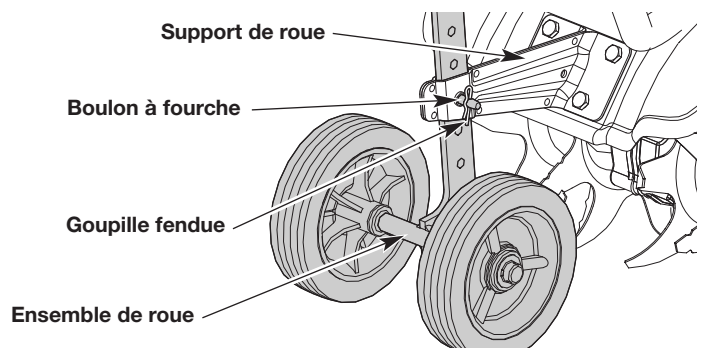

Fig. 1
1. Insérez la roue dans le support de roue. Le « J » de l'ensemble roue doit pointer loin de l'appareil (Fig. 1).
2. Alignez l'orifice de support de roue avec l'orifice désiré dans la roue (Fig. 1).
3. Insérez le boulon à fourche à travers les orifices alignés (Fig. 1).
4. Insérez la goupille fendue dans le boulon à fourche (Fig. 1).
1. Enlevez la goupille fendue du boulon à fourche (Fig. 1).
2. Retirez le boulon à fourche du support de roue et de l'ensemble de roue (Fig. 1).
3. Alignez l'orifice de support de roue avec l'orifice désiré dans la roue (Fig. 1).
4. Insérez le boulon à fourche à travers les orifices alignés (Fig. 1).
5. Insérez la goupille fendue dans le boulon à fourche (Fig. 1).